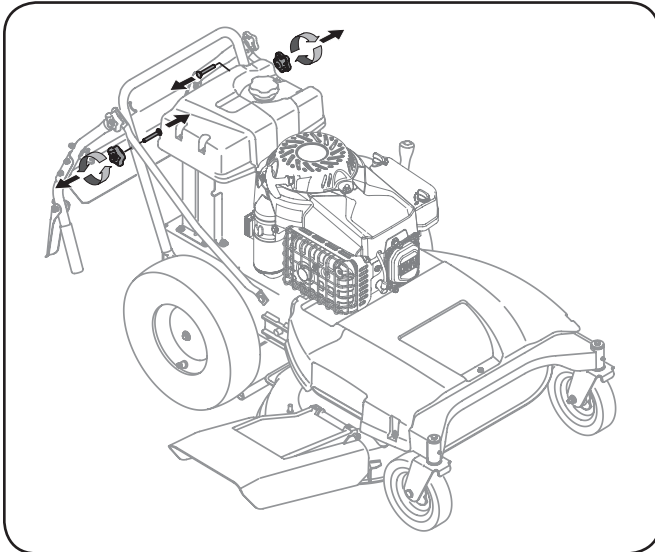

Figure 3-3
1. Retirez les boutons étoile (a) et les boulons (b) de carrosserie de la partie inférieure de la poignée. Voir Figure 3-3.